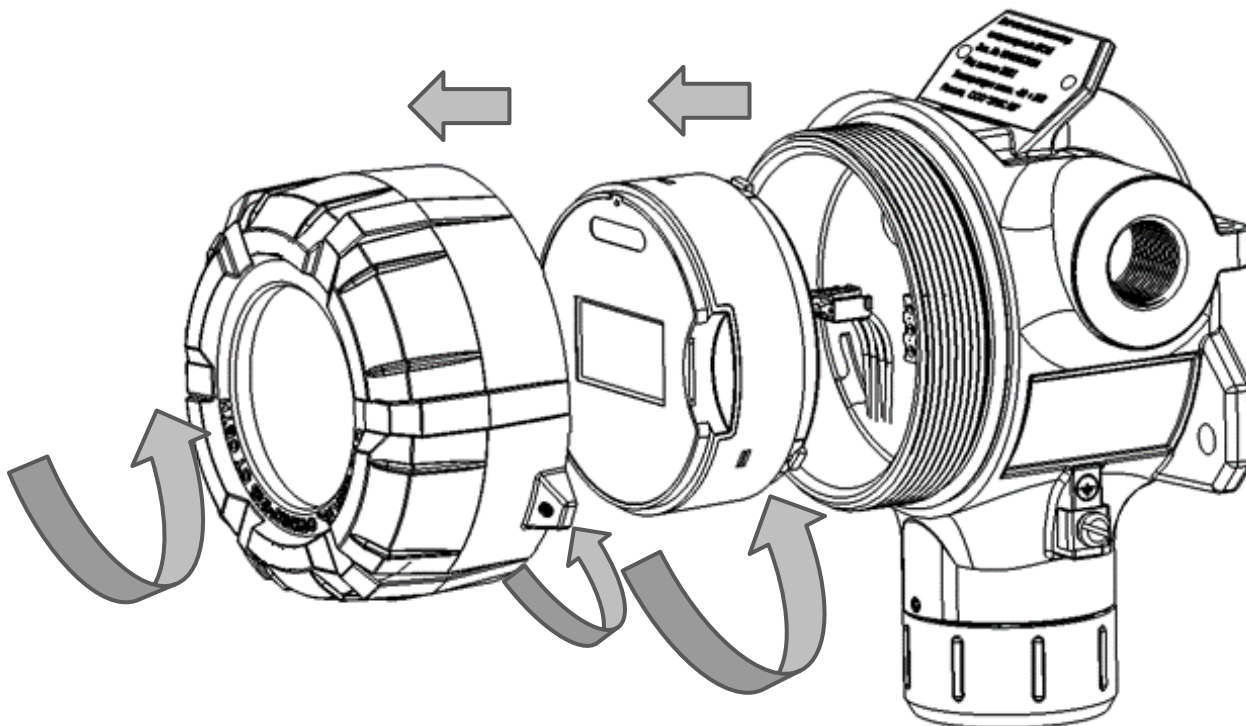

Рисунок 14- Схема разбора газоанализатора
1) Открутить стопорный винт на верхней крышке газоанализатора (рис. 14). Открутить крышку по резьбе. Снять электронный модуль повернув его против часовой стрелки, затем, потянуть на себя. Во время проведения работ избегать попадания влаги в датчик.